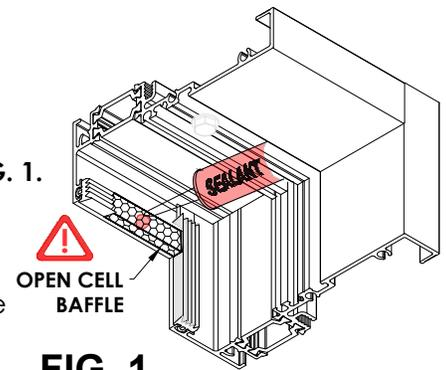

FIG. 1
- a. **TRÈS IMPORTANT** : À la tête de chaque baie, installer un DÉFLECTEUR ALVÉOLÉ sur chacun des deux côtés. Appliquer une touche de scellant pour les maintenir en place. **Voir FIG. 1.**
- b. Installer une garniture de vitrage n° 1342103 en veillant à ce qu'elle n'ondule pas. S'assurer que la garniture extérieure n'ondule pas. **Voir FIG. 1.**
- c. Appliquer une touche de scellant sur le joint de la garniture de vitrage. **Voir FIG. 1.**